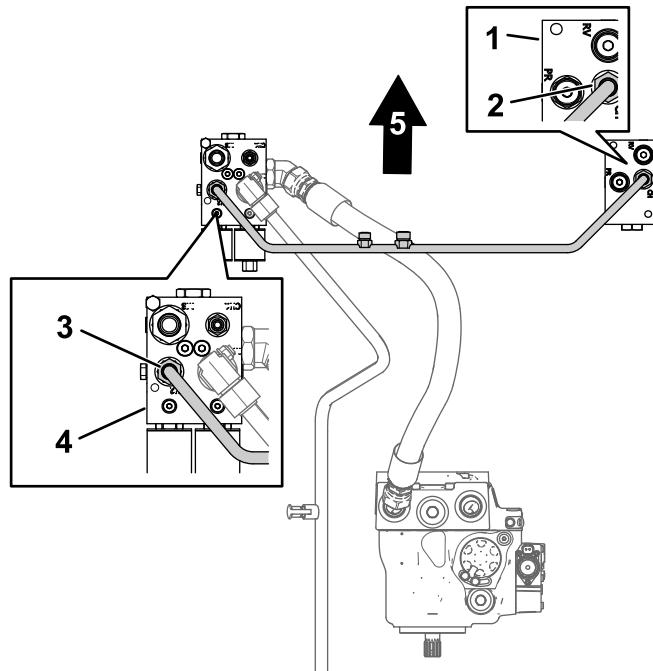

Рисунок 9
- Совместите гайки поперечной трубы коллектора со штуцерами коллектора управления тягой задних колес и коллектора делителя потока (Рисунок 9).